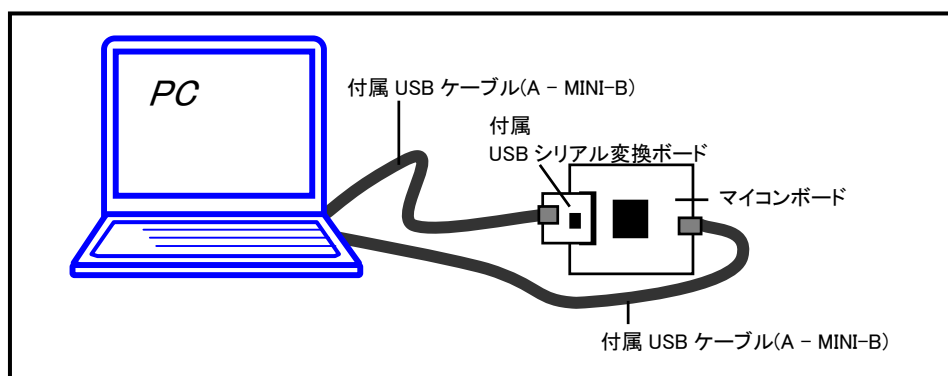

図 3-2 接続設定図
- ②付属の USB-ADAPTER と USB ケーブル(A - MINI-B)を接続してください。
③②で準備した USB ケーブル(A - MINI-B)を PC と接続してください。
④②で準備した USB-ADAPTER をマイコンボードの J14 (20pin コネクタ)に接続してください。
⑤②で準備した USB ケーブル(A - MINI-B)とは別の USB ケーブル(A - MINI-B)をマイコンボードの J12、PC と接続してください。
⑥DC 電源(2P)より 5V 電源を投入してください。
※②～⑤の接続設定については「図 3-2 接続設定図」をご参照下さい